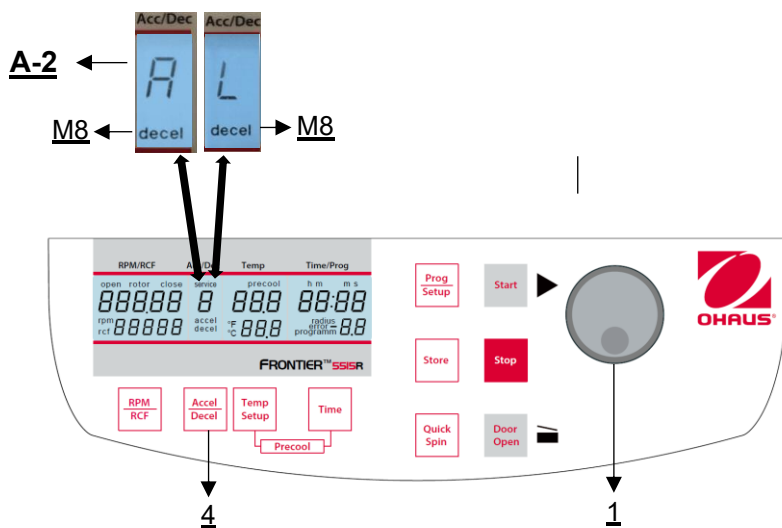

Figura 18
Premendo tre volte il tasto **"Accel/Decel"** (4), la parola **"decel"** (M8) lampeggia nel campo del display **"Acc/Dec"** (A-2). A questo punto è possibile preselezionare la curva di frenata desiderata con la manopola di regolazione (1) (vedere Figura 18). La lettera di codice "L" indica una curva di frenatura lineare. Ciò significa che il rotore viene frenato in modo uniforme durante l'intera fase di frenatura. La curva di frenata con la lettera di codice "A" consente una frenata dolce. La sua velocità di frenata (giri/min) è regolata dinamicamente, il che significa che i campioni sensibili sono solo leggermente mossi durante la fase di frenata. Ciò consente di ottenere un risultato migliore nella separazione.